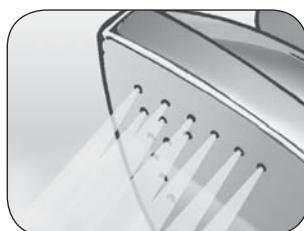

Abb. 5
- 2 Den Schalter zum Einschalten des Dampferzeugers (L) drücken.
- 3 Den Dampfregler (K) auf die gewünschte Dampfstärke drehen.
- 4 Den Schalter On/Off (O) zum Einschalten des Bügeleisens drücken.
- 5 Die gewünschte Temperatur mit dem Temperaturregler (F) auswählen.
- 6 Um den Dampf zu benutzen, abwarten, dass sich die Kontrolllampe Dampfbereitschaft (M) einschaltet.
- 7 Bevor Sie den Dampf auf die zu bügelnde Wäsche richten, geben Sie zwei bis drei längere Dampfstöße gegen den Boden ab, um den Dampfausstoß zu stabilisieren (Abb. 5).